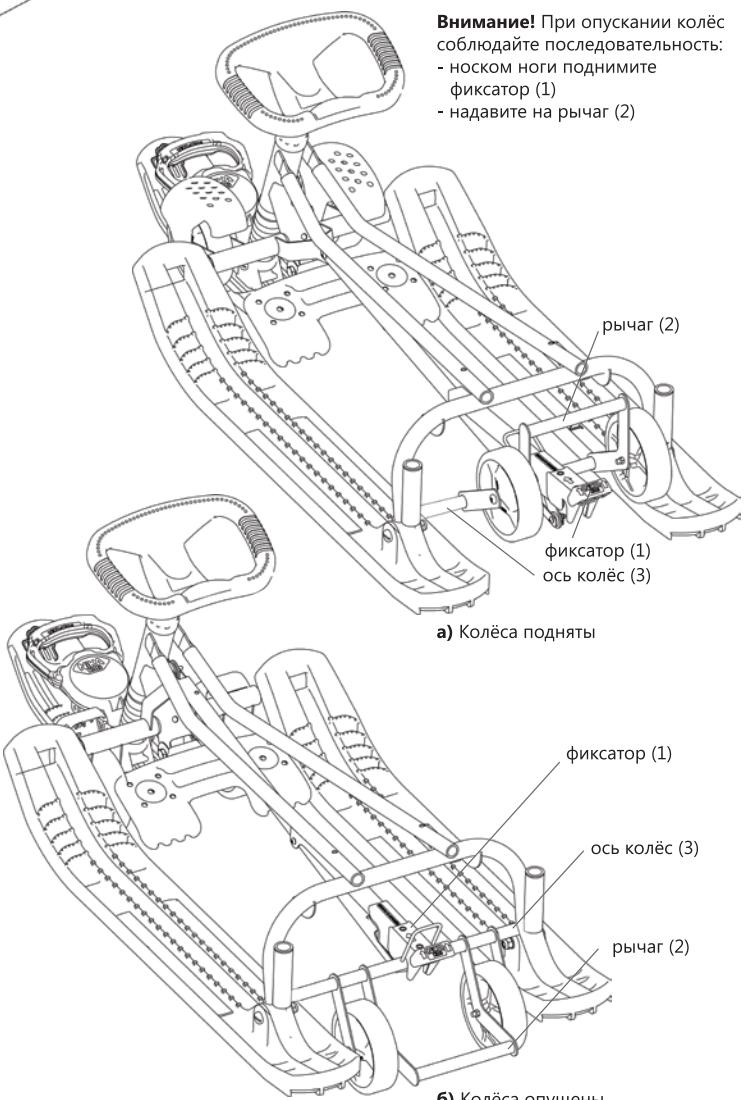

рис. 2 Механизм выдвижных колёс
4.6.1. Для перемещения по твёрдому покрытию необходимо опустить колёса, закреплённые на каркасе. Для этого носком ноги поднять фиксатор (1) (рис. 2, а), колёса опустятся, затем нажатием на рычаг (2) довести колёса до фиксированного положения. Паз на фиксаторе при этом должен зацепиться за ось колес (3).
- ногой поднять фиксатор (1), снегокат опустится (рис. 2, б);
- носком ноги поднять рычаг (2) до фиксированного положения. При этом фиксатор должен зацепиться за ось колёс (3).